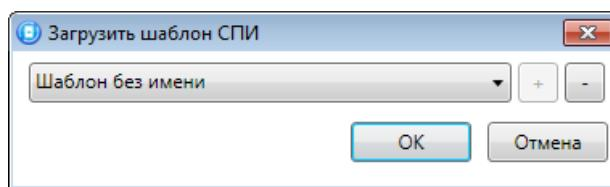

Рисунок 13.4 — Окно *Загрузить шаблон УОО*
- *Загрузить шаблон настроек:* открытие окна *Загрузить шаблон УОО* (см. рисунок 13.4), с помощью которого можно сконфигурировать контроллер по предварительно созданному шаблону. Для того чтобы применить шаблон, выберите его в списке и нажмите кнопку *OK*. Для того чтобы удалить один из сохраненных шаблонов, выберите его в списке и нажмите кнопку .